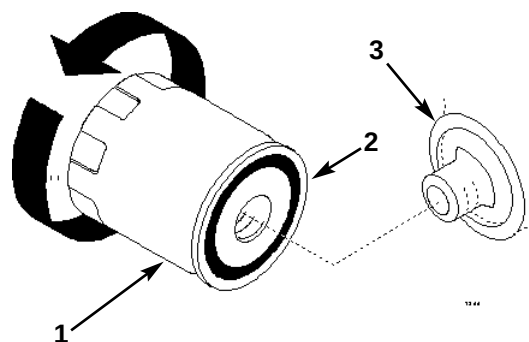

Fig. 34A
2. Fjern det gamle filter og tør overfladen på filteradapterens pakning af (fig. 34A).
3. Smør et tyndt lag ny olie på det nye filters gummipakning (fig. 34A).
4. Monter det nye oliefilter på filteradapteren. Drej oliefilteret med uret, indtil gummipakningen er i berøring med filteradapteren. Stram så filteret 1/2 omgang til (fig. 34A).